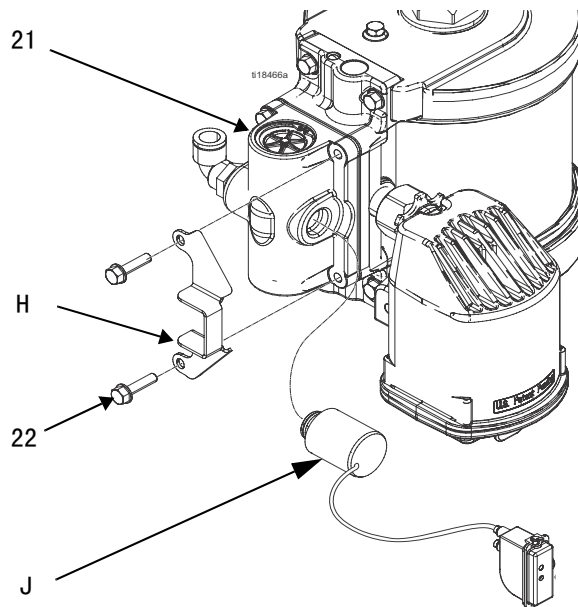

図 4: ソレノイドの取り外し
- b. **DataTrak 付きモーターの場合** : 暴走防止ソレノイドが装着されている場合、10mm 六角を使用して 2 つのネジ (22) を取り外してから、ソレノイドブラケット (H) を取り外します。エアバルブからソレノイド (J) を引き出します。図 4、10 ページを参照してください。
- c. 10 mm ソケット レンチを使用して、4 本のネジ (22) を取り外します。エアバルブ (21) とガスケット (20) を取り外します。
2. 4 本のネジ (22) を取り外し、マニホールド (19) と 2 つのガスケット (18) を取り外します。
3. **パイロットバルブを修理または交換する場合**、10mm ソケットレンチを使用してパイロットバルブ (23) を上部および下部カバーから取り外します。
4. 17 mm ソケットを使用して、タイボルト (15) を取り外します。